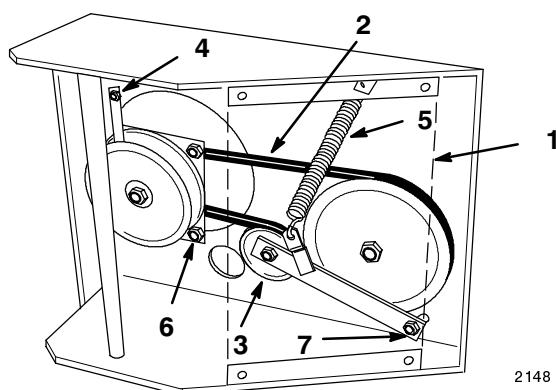

Figure 32
3. Retirer le boulon avant gauche de montage du moteur, qui fixe l'arrêt d'embrayage au châssis (Fig. 32). Décrocher l'arrêt de l'embrayage, et le déposer.
4. Décrocher le ressort de tension du côté du châssis (Fig. 32).
7. Serrer le boulon de pivot à 47-54 N.m (35-40 ft-lbs). Rattacher le ressort de tension du bras de galet tendeur au côté du châssis (Fig. 32).